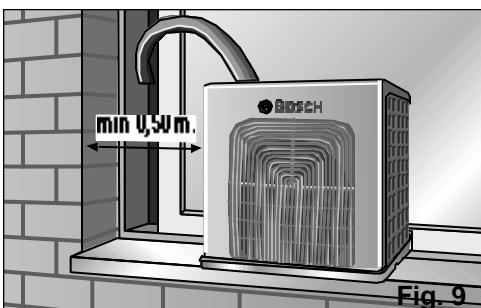

Fig. 9
- Não monte a unidade exterior a mais altura que a permitida nem a um nível mais baixo que a unidade interior. Mantenha distâncias mínimas com objectos adjacentes. Ver Figs. 9, 11 e 12.